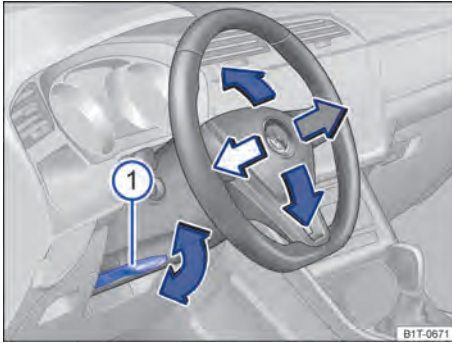

Fig. 84 Debajo del volante, en el guarnecido de la columna de dirección: palanca para el ajuste manual de la posición del volante.
- Tire hacia abajo de la palanca → fig. 84 ①.
- Después del ajuste, presione siempre la palanca → fig. 84 ① firmemente hacia arriba para que no se modifique la posición del volante accidentalmente durante la marcha.